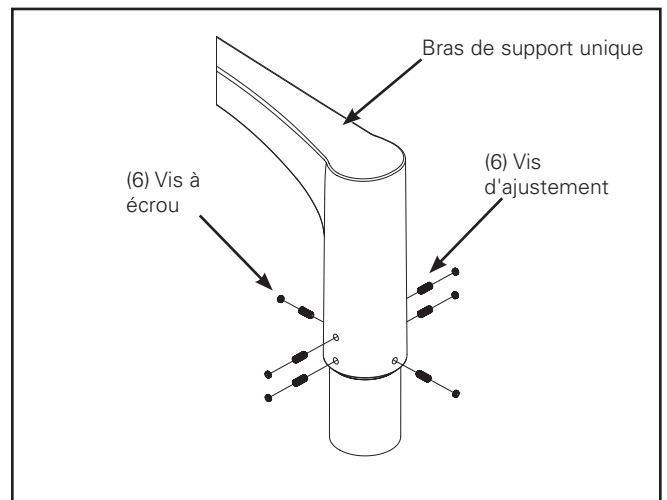

Figure 6.
- Tournez le bras unique dans la position souhaitée. Si vous utilisez l'entretoise de l'étape 1, alignez les trous de dégagement de l'entretoise avec ceux du bras. (Figure 6.)
- Installez six vis d'ajustement de 3/8-24po x 2,22cm (7/8po) pour maintenir le bras au pôle et serrez-les selon un couple de 22,60N-m (200po-lb) (Figure 6). Utilisez des vis d'ajustement longues de 2,22 cm (7/8 po) si la taille du tenon est de 5,83cm (2-3/8 po). Utilisez des vis d'ajustement de 1,27 cm (1/2po) si la taille du tenon est de 7,62 cm (3 po).
- Installez six vis à écrou de 3/8-24po x 4,76mm (3/16po) et serrez-les selon un couple de 19,77N-m (175po-lb). (Figure 6.)